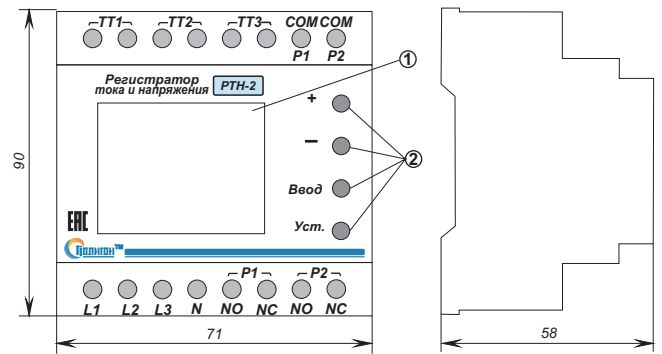

Рис. 7. Внешний вид блока (габаритные размеры)
- ЖКИ-дисплей (рис. 7, п.1)
- 4 кнопки для управления режимами работы регистратора «+», «-», «Ввод», «Уст.» (рис. 7, п.2).
3.2.1. Установить блок в электрощит на DIN-рейку. Внешний вид прибора показан на рис. 7.